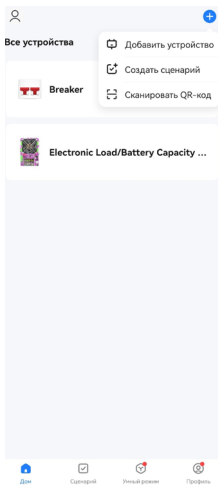

Рис. 10.
3. Подключите телефон к Wi-Fi роутеру. Активируйте режим сопряжения Wi-Fi на реле напряжения. Для входа в режим сопряжения необходимо удерживать кнопку №8 в течении 5 секунд пока индикатор состояния Wi-Fi №2 не начнет мигать. Нажмите "+" в правом верхнем углу приложения, в появившемся окне выберите "Добавить устройство" (Рис. 10). Выберите устройство "Breaker" (Рис. 11).